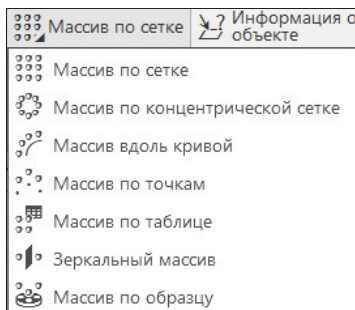

Рис. 21.25. Выпадающее меню команды **Массив по сетке**
- ◆ из **Строки Главного меню: Моделирование** ► выпадающее меню **Массив по сетке** (рис. 21.25).